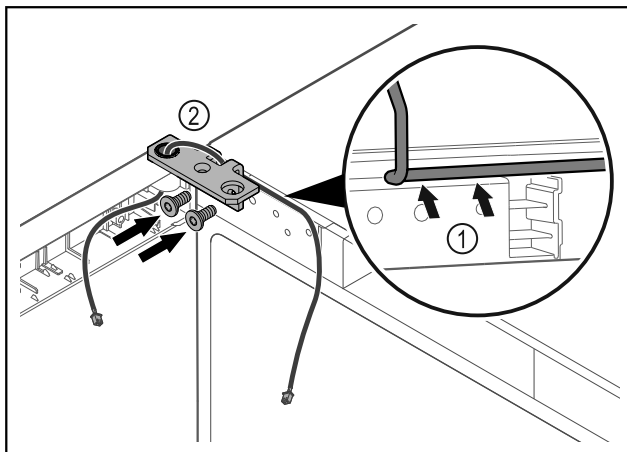

Fig. 38
- Sæt kablet gennem hængselvinklens udsparring, og træk det forsigtigt Fig. 38 (1).
- Skru hængselvinklen Fig. 38 (2) på.